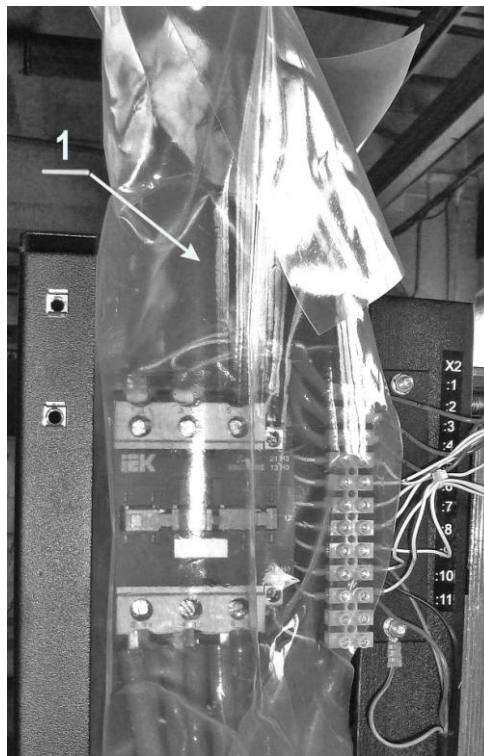

Рис.1
**Внимание!** Для продления срока службы пускателя и выполнения гарантийных обязательств, после подключения сетевых кабелей в пускатель необходимо закрепить полиэтиленовый пакет на сетевых кабелях пластиковым хомутом в месте, указанном поз.1 (см. рис.1).